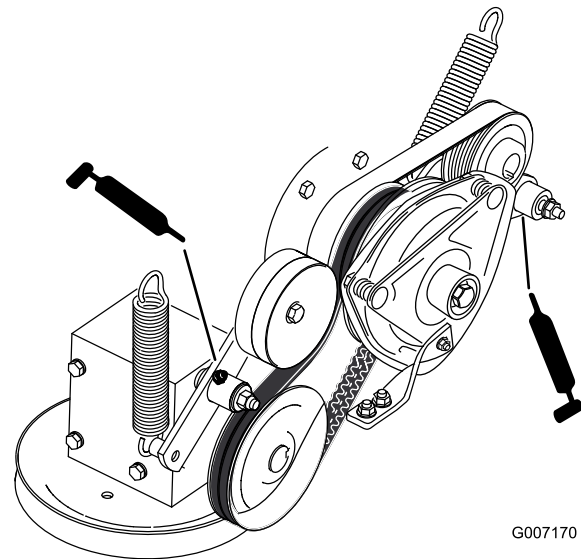

Figure 34
7. Graissez le bras de la poulie de tension de la courroie d'entraînement de PDF (Figure 34).
8. Graissez le bras de la poulie de tension de la courroie de pompe (Figure 34).